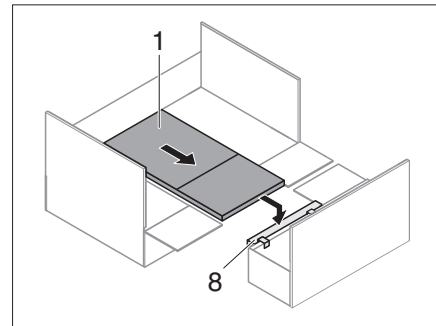

Bild 221 Bord på sänglåde-stöd
- Haka fast sänglåde-stöd (Bild 221,8).
- Dra ut hängbordet (Bild 221,1) och positionera det på det fasthakade sänglåde-stödet (Bild 221,8).